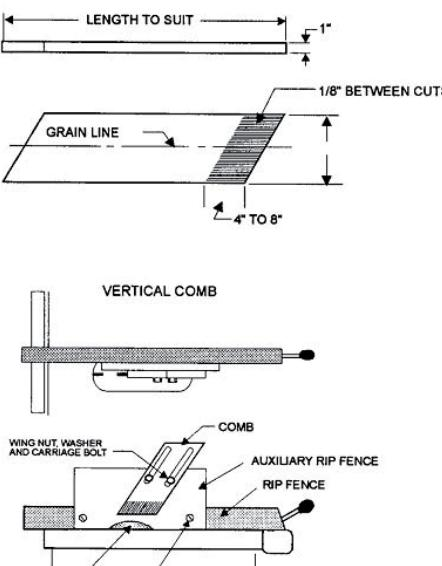

Рис. 37
- Клинова дошка (рис. 37) повинна бути зроблена з твердої прямошаруватої деревини приблизно товщиною  $1"$ (25 мм) та ширину від  $4"$  до  $8"$ (100-200 мм) в залежності від розмірів верстата.